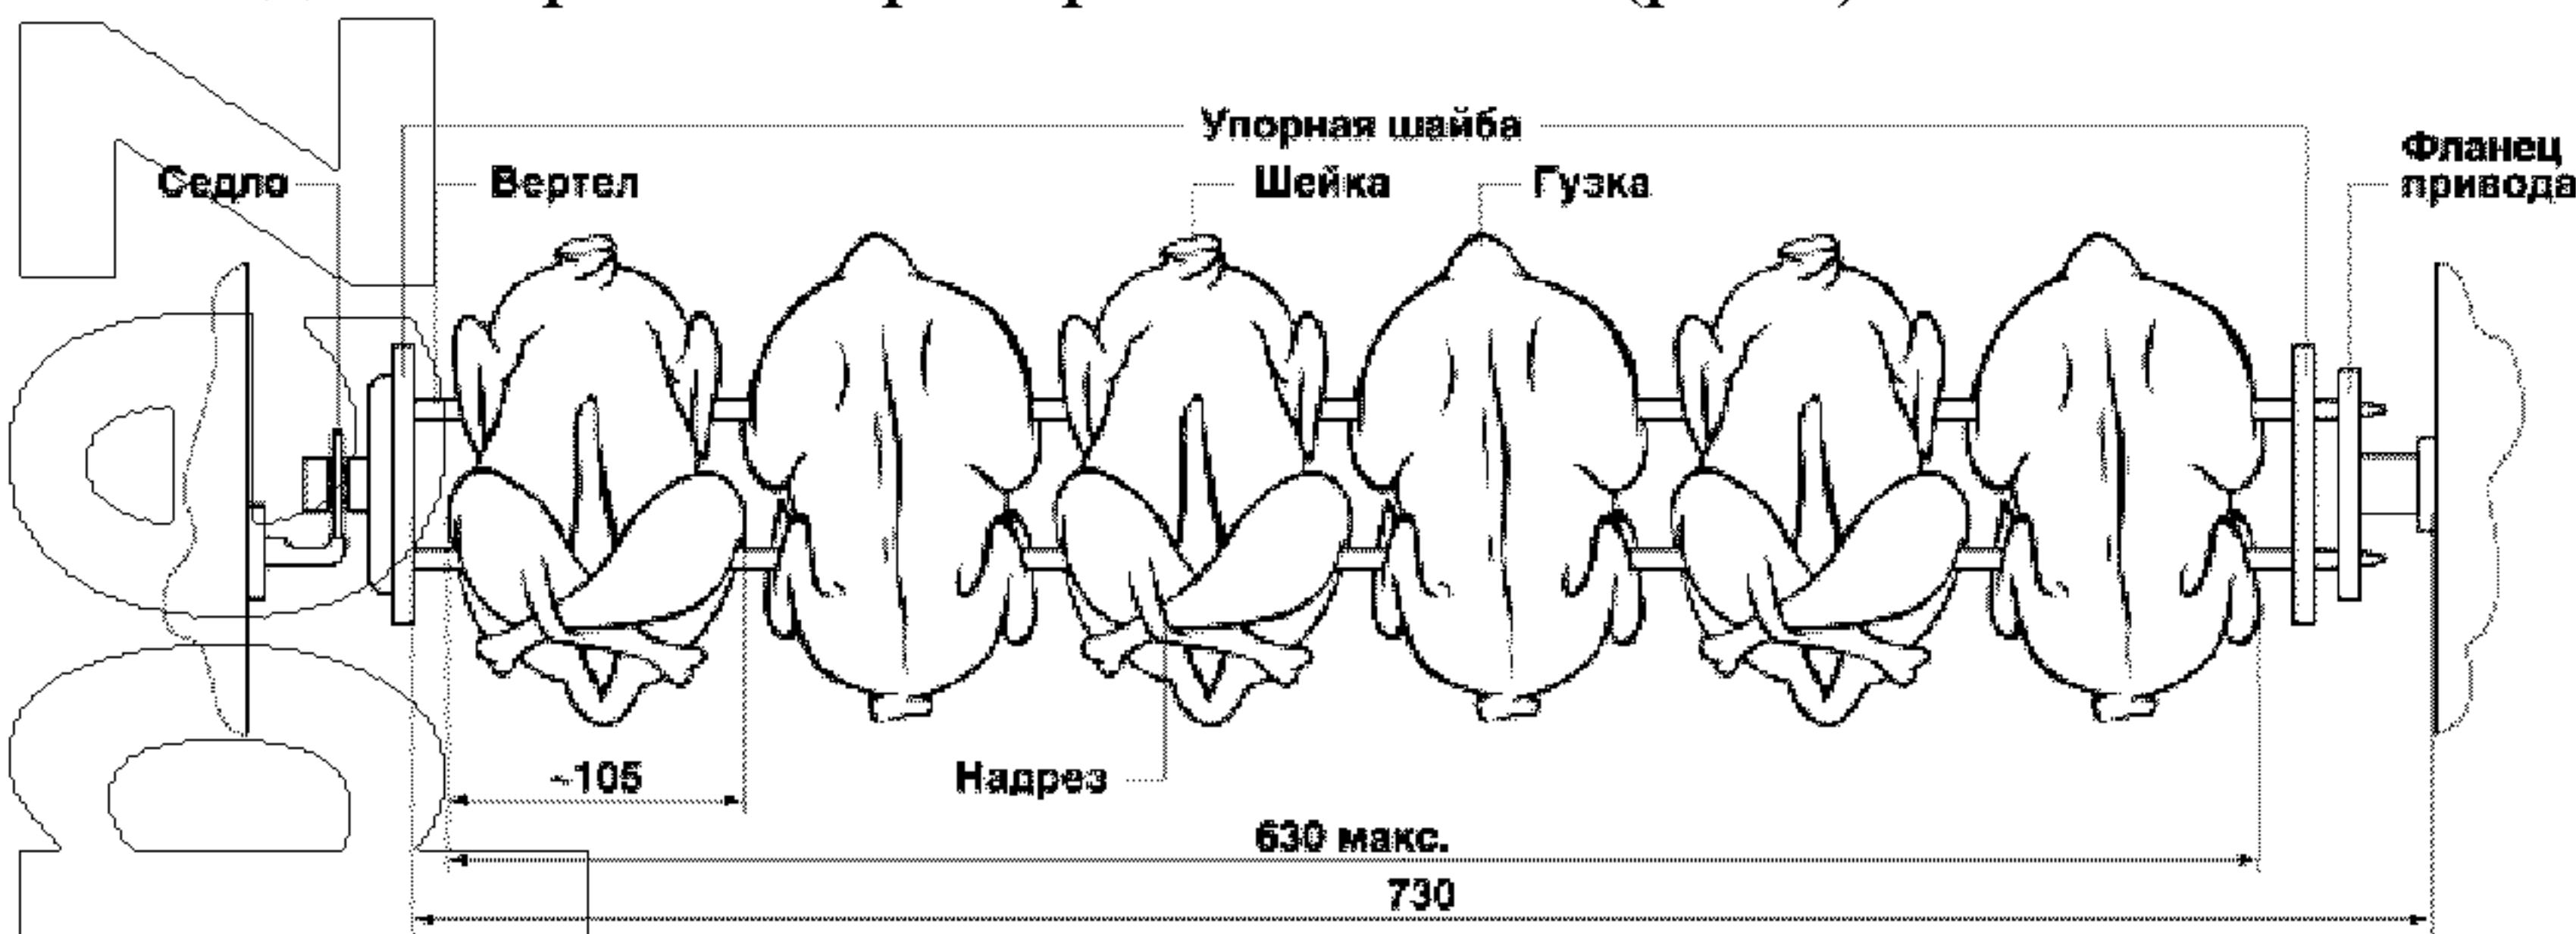

Рис. 2
4.7. Перед началом работы, размороженные и предварительно приготовленные для жарки туши цыплят (посоленные, попеченые, промаринованные и т.д.) насадить на вертел с двумя упорными центрирующими шайбами (рис.2). Чередование ту-
шек вдоль вертела способом «шейка-гузка», «гузка-шейка» обеспечивает размещение и центрирование на ней 6 шт. тушек (весом 1000-1100 грамм). Выступающие части тушек следует аккуратно заправить. Одна из лапок поджимается крест-накрест другой лапкой, которая, в свою очередь, заправляется в разрез ткани тушки. Проколы тушки производить с обязательным проходом стержней через крылья и лапки (рис.2).